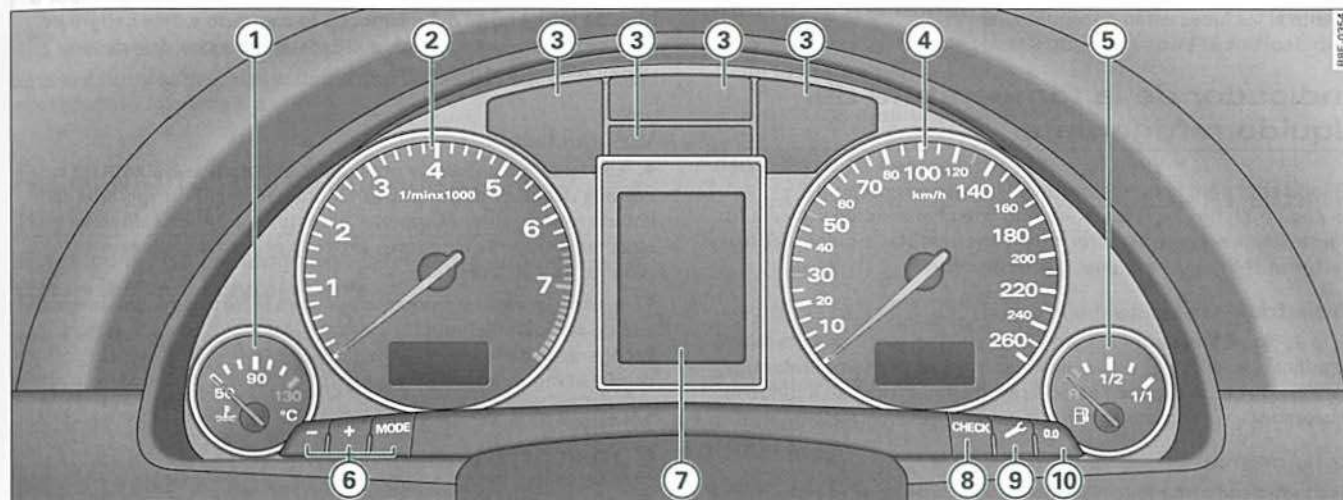

Fig. 2 Cuadro general del cuadro de instrumentos
El indicador para la temperatura del líquido refrigerante ⇒ *página 11*, fig. 2 ① funciona sólo con el encendido conectado. Para evitar averías en el motor, tenga en cuenta las siguientes observaciones sobre los márgenes de temperatura.
La aguja del cuentarrevoluciones $\Rightarrow$ página 11, fig. 2 ② sólo deberá alcanzar la zona roja durante un breve período de tiempo, de lo contrario se podría averiar el motor. El comienzo de la zona roja en la escala depende de cada motor.
Estando el encendido desconectado, se puede activar durante algunos segundos tanto el reloj digital con indicación de la fecha como el cuentakilómetros pulsando la tecla **CHECK** ⇒ *página 11*, fig. 2 (8). ■